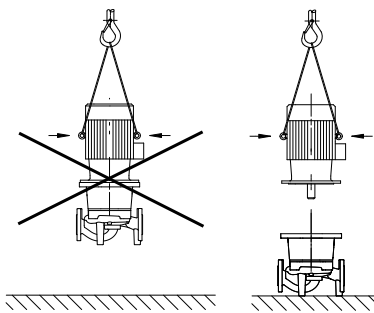

Fig. 20: Trasporto del motore
- Utilizzare gli occhioni di sollevamento del motore solo per sostenere il carico del motore stesso e non quello dell'intera pompa (fig. 20).